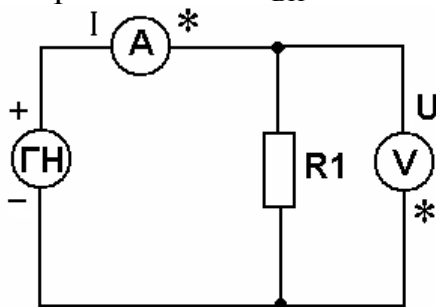

Рис. 1.1. Электрическая схема с резистором R1
- 1.1. Собрать электрическую схему, показанную на рис. 1.1:
1	Рис. 1.1. с резистором R1